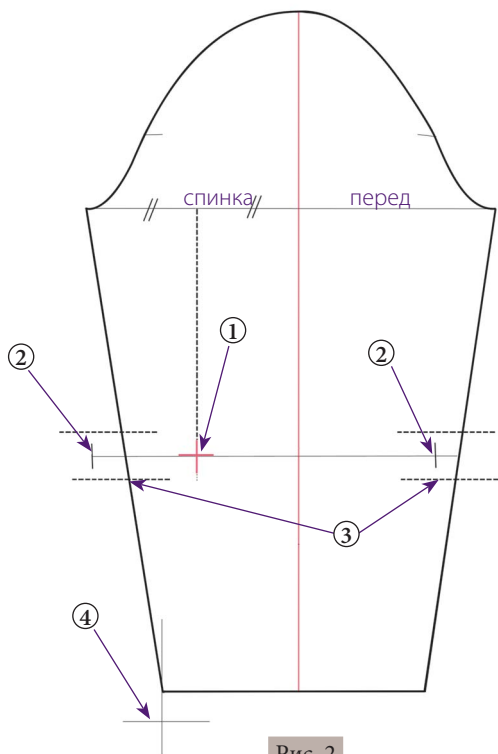

Рис. 2
① Для этого разделите пополам ширину задней части рукава и проведите вертикаль до линии локтя. Пересечение этих двух линий соответствует местоположению локтя (красный крест на рис. 2).
② На уровне линии локтя продлите наружу на 1,5 см линию ширины задней части рукава и поставьте метку. Отложите внутрь рукава ту же величину на линии ширины передней части рукава и поставьте метку. Эти точки будут использоваться для переноса нижней части рукава к переду, чтобы придать ему необходимую дугообразную форму. Каждый из последующих шагов позволит вам все лучше понимать принципы построения чертежа рукава.
③ На 2 см выше и 2 см ниже линии локтя с обеих сторон рукава проведите короткие горизонтальные (пунктирные линии на рис. 2). Эти реперные линии нужны для размещения прямых участков на изогнутых линиях рукава.
④ Начиная с нижнего конца задней части рукава проведите вертикальную линию длиной 3 см. В дальнейшем благодаря этой реперной линии раствор вытачки будет перенесен в нижнюю часть рукава.